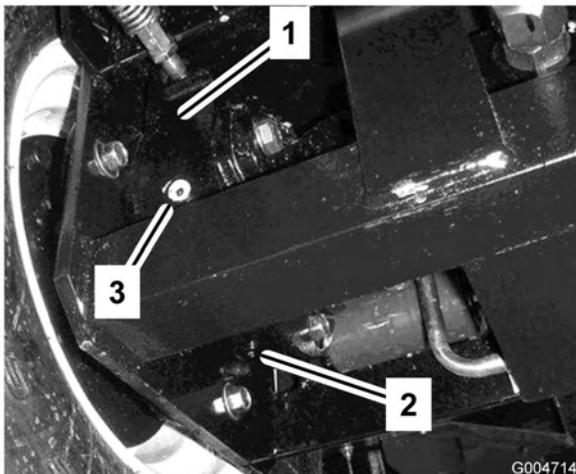

Figura 57
4. Coloque un recipiente debajo del alojamiento del freno en el otro lado de la rueda (Figura 57).
7. Retire el tapón de verificación del alojamiento del freno (Figura 57).